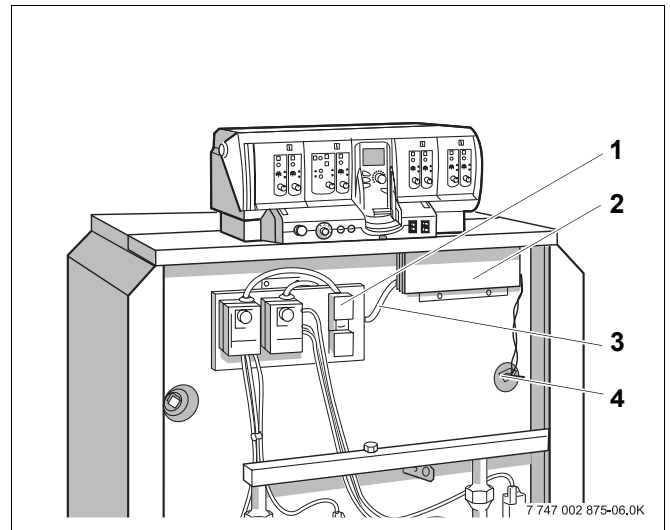

Рис. 16 Кабельная разводка на передней стороне котла
- Снимите крышку с кабельной ниши (рис. 16, **поз. 2**).
- Проведите капиллярные трубки и провода температурных датчиков под передней крышкой котла к месту замера (рис. 16, **поз. 4**). При этом размотайте их только на необходимую длину.
- Проведите провод горелки (рис. 16, **поз. 3**) через кабельную нишу и под передней крышкой котла назад к подключению системы управления.
- Для двухступенчатой горелки удалите штекер с перемычкой и вставьте вместо него штекер провода второй ступени горелки (рис. 16, **поз. 1**).